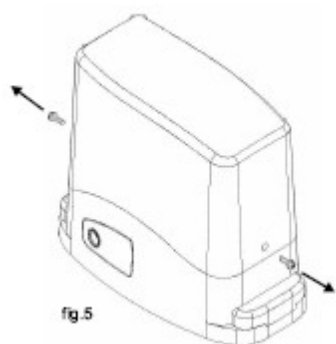

fig. 5
- Odkręcamy boczne śruby montażowe i zdejmujemy pokrywę – rys. 5